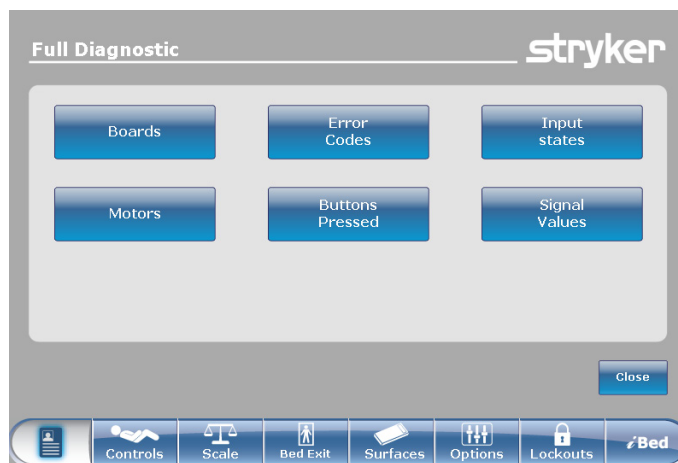

Figure 26 : Écran «Diagnostique complet»
1. Dans l'écran de configuration, appuyez sur le bouton «Diagnostique complet». La Figure 26 s'affichera.